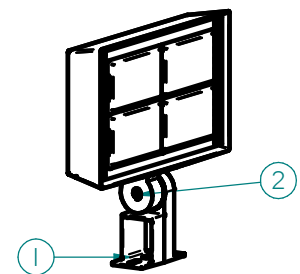

Fig. 1
Tourillon (Fig. 1):
- Utilisez au moins deux boulons de 3/8" de diamètre ou un boulon de 3/4" de diamètre pour le montage (élément 1 dans la Fig. 1).
- Desserrez le boulon (Article 2 sur la Fig. 1) sur la genouillère à l'aide d'une clé hexagonale de 3/8" pour permettre à l'appareil d'être orienté vers le haut ou vers le bas.
- Une fois que la fixation est dirigée vers la cible souhaitée, serrez le boulon (pos. 3 sur la fig. 1) sur le charnon.